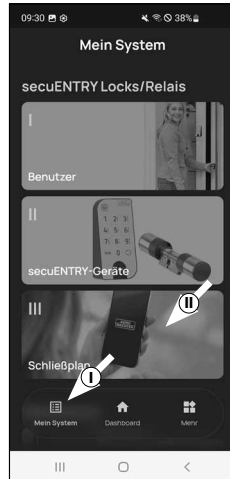

Abb. 1
- ① In diesem Menü legen Sie als Schließplan fest, welcher Benutzer, welches Schloss öffnen darf. Danach werden die Daten an den Zylinder übertragen.
- ② Öffnen Sie das Menü „Mein System“ (I) (Abb. 1)
- ③ Tippen Sie auf den dritten Menüpunkt III - Schließplan“ (II) (Abb. 1).